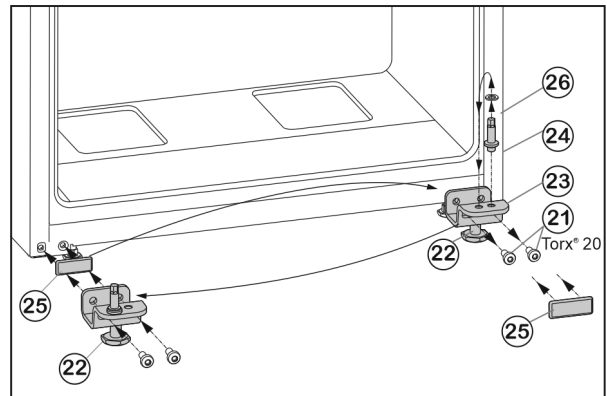

Fig. 7
- ▶ Открутите крепежные винты Fig. 7 (21).
- ▶ Снимите нижний опорный кронштейн Fig. 7 (23) вместе с опорным пальцем Fig. 7 (24), шайбой Fig. 7 (26) и регулируемой опорой Fig. 7 (22).
- ▶ Открутите опорный палец Fig. 7 (24) вместе с шайбой Fig. 7 (26) и, переставив в отверстие на противоположной стороне опорного кронштейна, снова прикрутите.
- ▶ Аккуратно снимите защитную пластину Fig. 7 (25) и переставьте ее на противоположную сторону.
- ▶ Прикрутите нижний опорный кронштейн Fig. 7 (23) вместе с опорным пальцем Fig. 7 (24), шайбой Fig. 7 (26) и регулируемой опорой Fig. 7 (22) с новой стороны шарнира (с моментом 4 Нм), при необходимости используйте аккумуляторный шуруповерт.
- ▶ Установите дверь сверху на опорный палец Fig. 7 (24).
- ▶ Выверните регулирующую опору Fig. 7 (22) на нижнем опорном кронштейне Fig. 7 (23) до ее соприкосновения с полом.